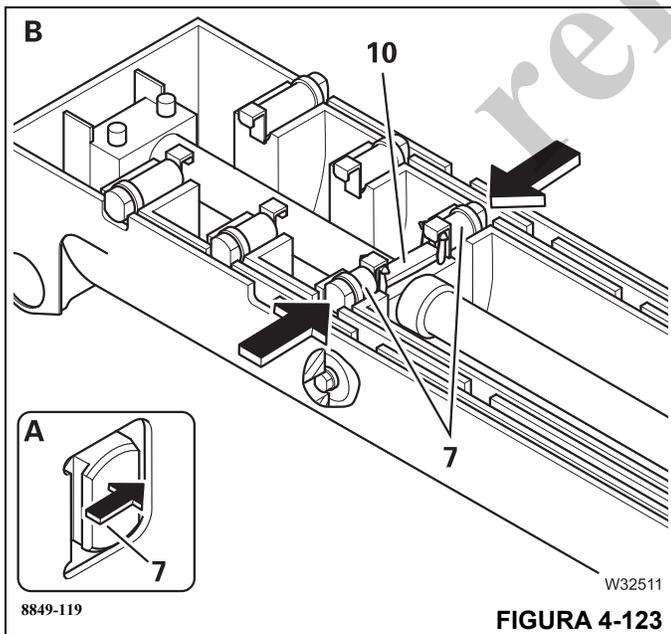

FIGURA 4-123
(A), (Figura 4-123) – el cilindro telescópico se extiende hasta que los pasadores de bloqueo (7), (Figura 4-123), queden libres.
(B), (Figura 4-123) – el mecanismo (10), (Figura 4-123), retrae los pasadores de bloqueo (7), (Figura 4-123) – la sección telescópica se desbloquea.